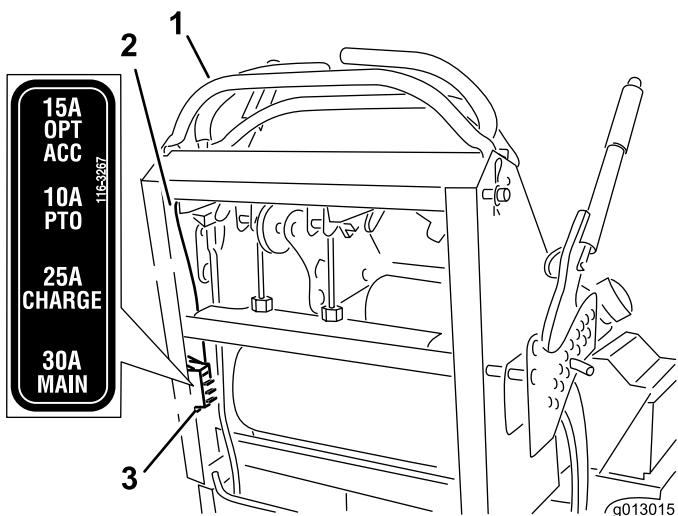

Figura 52
- Tire hacia fuera del fusible para retirarlo y cambiarlo (Figura 52).